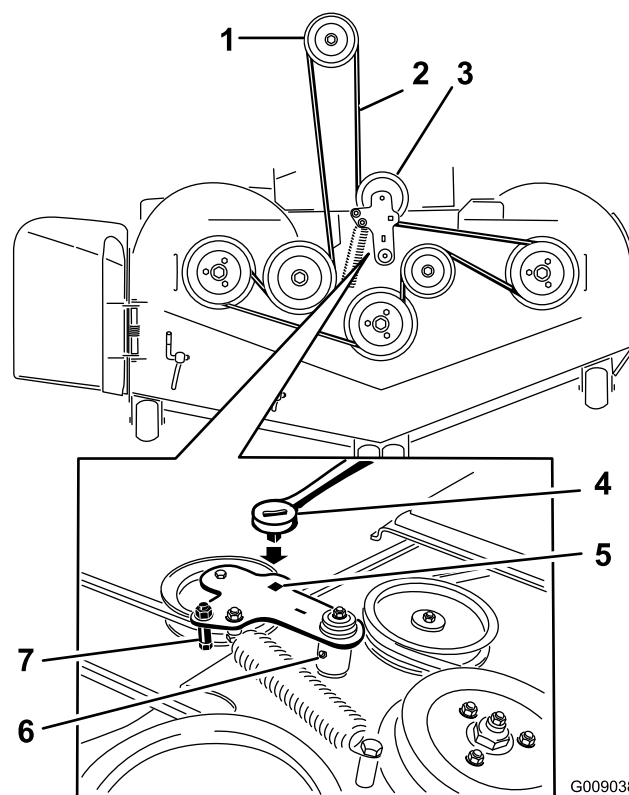

Figure 76
10. Montez le guide de courroie sur le bras de renvoi (Figure 76).
11. Insérez le rochet dans le trou carré et montez le ressort de la poulie de tension (Figure 76).
5. Insérez un rochet dans le trou carré du bras de la poulie de tension pour détendre le ressort de la poulie de tension (Figure 76).
7. Enlevez le guide de courroie situé sur le bras de renvoi rappelé par ressort (Figure 76).
9. Acheminez la courroie neuve autour des poulies du tablier de coupe et de la poulie d'embrayage, sous le moteur (Figure 76).